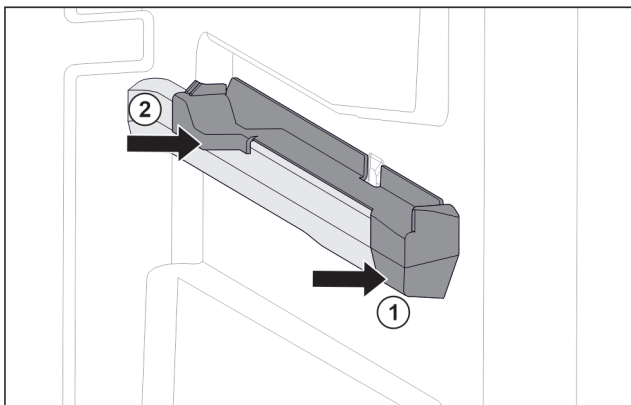

Fig. 115 Insteekdeel op rechter containerrib
- Insteekdeel voor tegen containerrib plaatsen. Fig. 115 (1)
- Insteekdeel achter aandrukken. Fig. 115 (2)